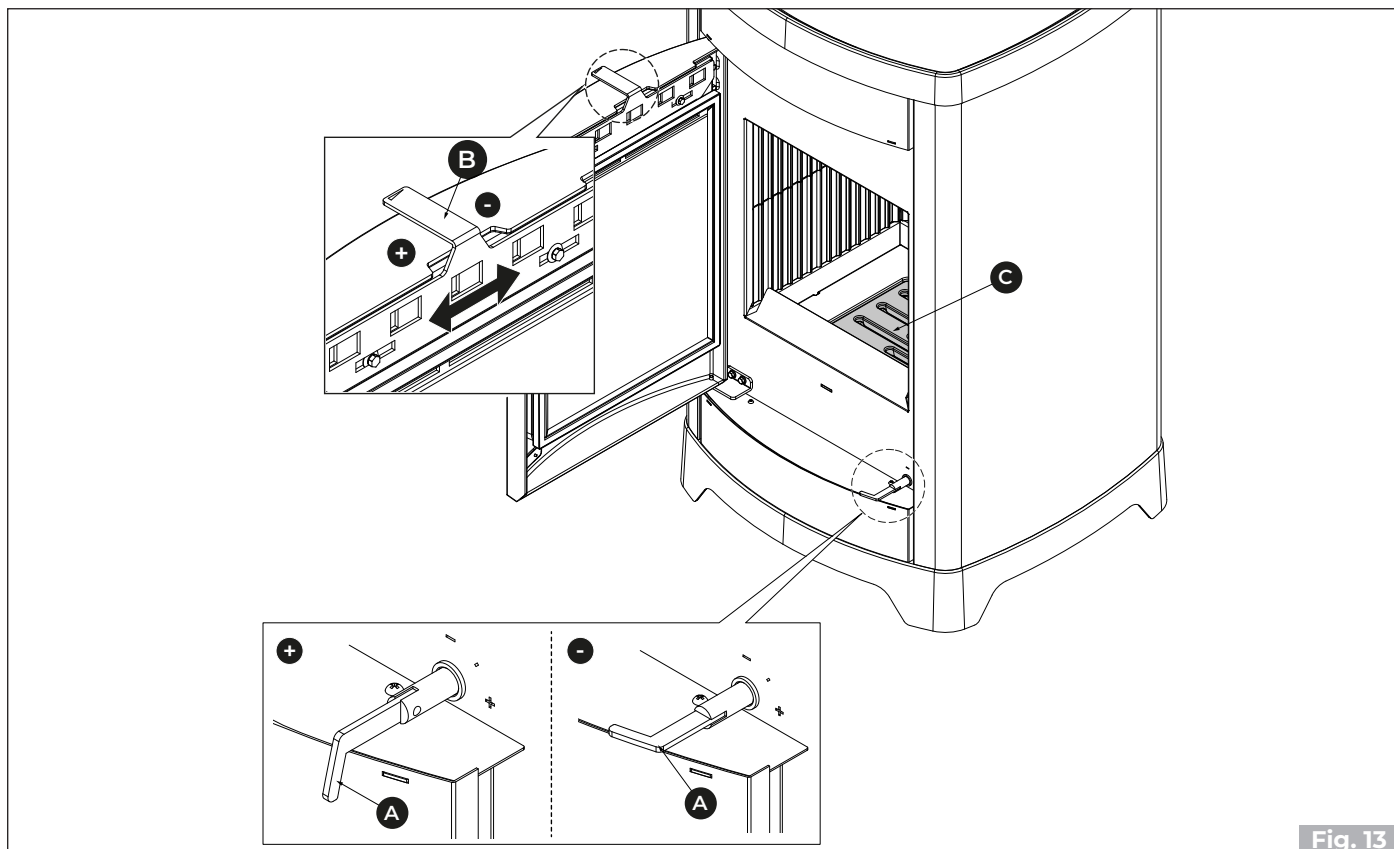

Fig. 13
- Poser avec précaution les morceaux de bois sur la grille du foyer **(C)** **(Fig. 13)**.
La combustion se règle au moyen du registre d'air **(A)** (**Fig. 13**). En le tournant vers les symboles **(+)** ou **(-)**, il est possible d'obtenir un flux d'air comburant plus ou moins important et donc une combustion plus rapide ou plus lente.